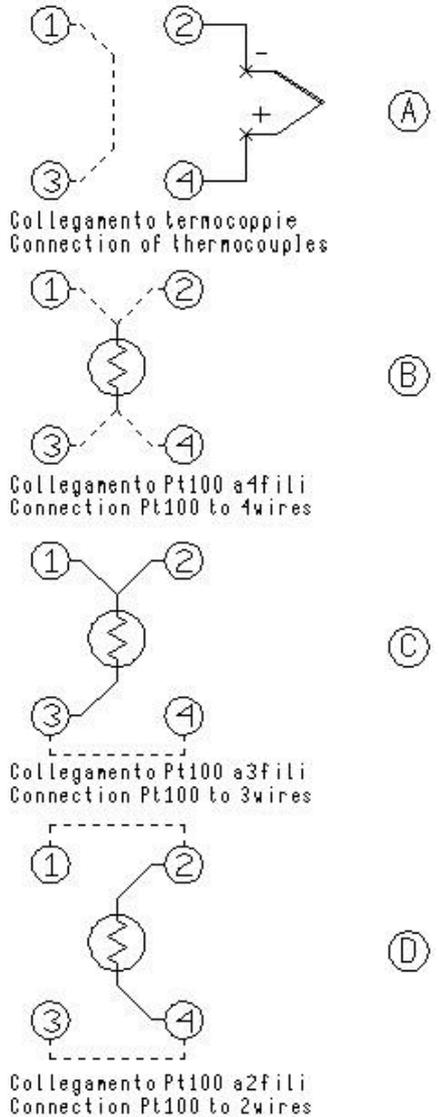

Fig. 7
- ◊ **Thermoelement:** Schließen Sie die Kabel an Buchsen 2-4 (auf Polarität achten). Verbinden Sie Buchsen 1-3 wie dargestellt. Siehe Fig. 7-A.
- ◊ **Pt 100 (4-Leiter):** Schließen Sie an Buchsen 1-2-3-4 wie in Fig. 7-B dargestellt an.
- ◊ **Pt 100 (3-Leiter):** Schließen Sie an Buchsen 1-2-3 wie in Fig. 7-C dargestellt an. Verbinden Sie Buchsen 3-4 wie dargestellt.
- ◊ **Pt 100 (2-Leiter):** Schließen Sie an Buchsen 2-4 wie in Fig. 7-D dargestellt an. Verbinden Sie Buchsen 1-2 und 3-4 wie dargestellt. Verwenden Sie möglichst kurze Leitungen!